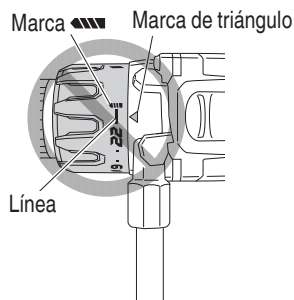

Fig. 15
- Evite usar la unidad con el número del dial del embrague entre "22" y la línea provista en el medio de la marca del taladro "▨▨▨". Si lo hiciese, se podrían producir daños (Consulte la Fig. 15).